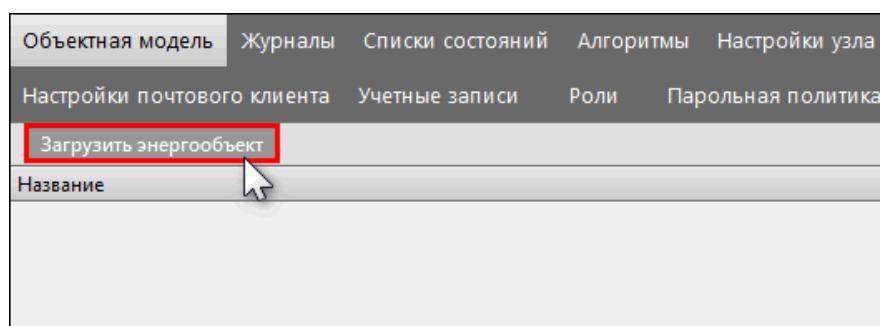

Рисунок 83 - Загрузить энергообъект
- Нажмите **Загрузить энергообъект** (Рисунок 83).